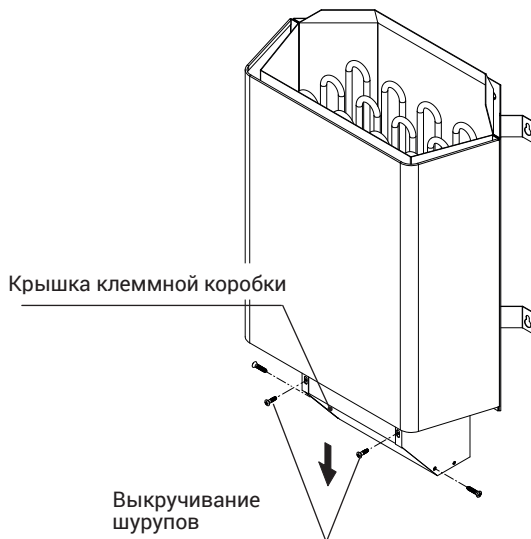

Рис. 4
- Откройте заднюю крышку клеммной коробки, выкрутив 2 винта согласно рис. 4 и потянув крышку вниз.